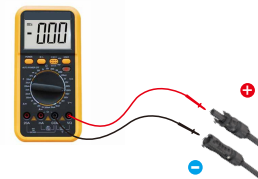
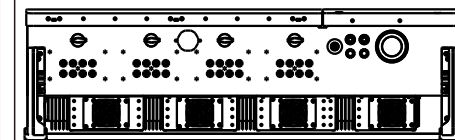

Figure 3.22 Mesure au multimètre
Figure 3.23 Raccordement des connecteurs CC à l'onduleur
5. Mesurez la tension PV de l'entrée CC à l'aide d'un multimètre, vérifiez la polarité du câble d'entrée CC (voir figure 3.22) et assurez-vous que la tension de chaque branche est comprise dans la plage de fonctionnement de l'onduleur. Connectez le connecteur CC à l'onduleur jusqu'à ce que vous entendiez un léger clic indiquant que la connexion est réussie. (voir figure 3.23)